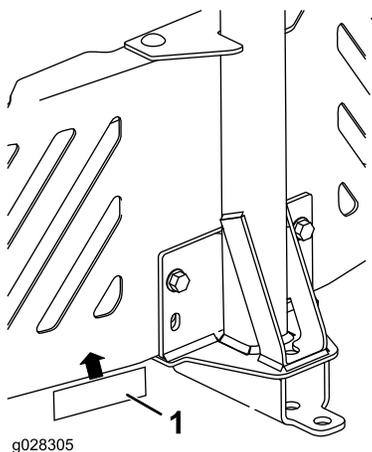

Figure 13
4. Apposez l'autocollant de la barre d'attelage à 1,3 cm (1/2 po) à gauche du dispositif de montage d'accessoire (Figure 13).